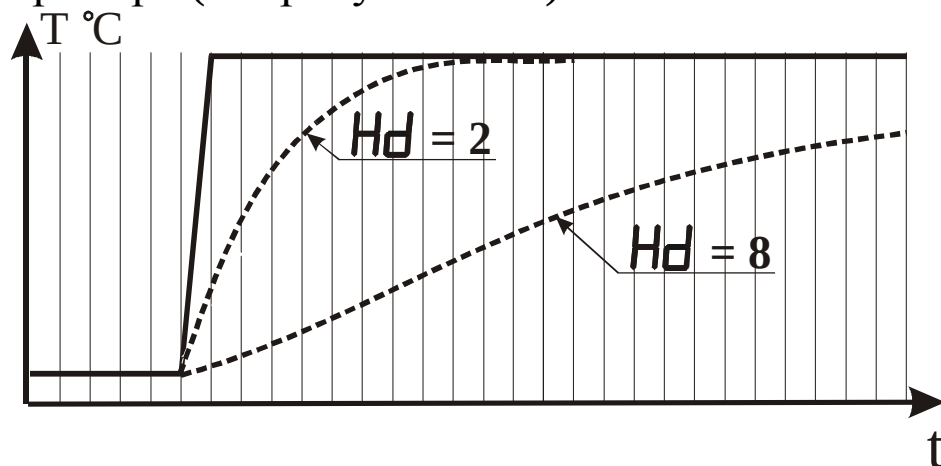

Рисунок 3.15 - Влияние параметра “Время усреднения” на показания прибора при различных значениях параметра Hd
3.3.3.6 Параметр “Время усреднения” указывают в количестве периодов опроса входного датчика ($N_{\text{опр.}}$). Этот параметр позволяет добиться более плавного изменения показаний прибора. Для этого производится вычисление среднего арифметического из последних ($N_{\text{опр.}}$) измерений. При значении параметра равном 0 интегратор выключен. Уменьшение значения времени усреднения приводит к более быстрой реакции прибора на скачкообразные изменения измеряемого параметра, но снижает помехозащищенность прибора (см. рисунок 3.15).